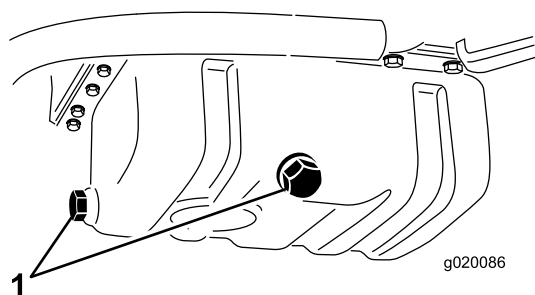

Figura 51
2. Retire cualquier de los tapones de vaciado (Figura 51) y deje fluir el aceite a un recipiente apropiado. Cuando el aceite deje de fluir, coloque el tapón de vaciado.